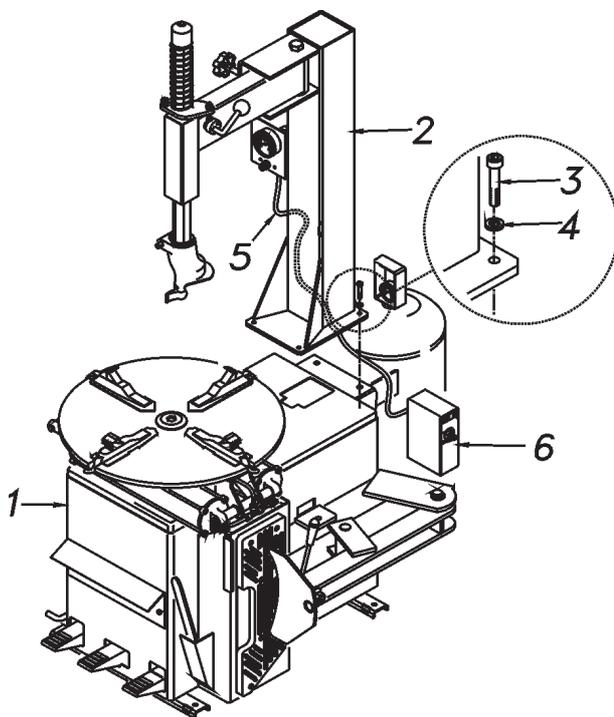

Fig. 11
D. Attach the air hose (#5 Fig. 11) from inflation gauge to the air control inflation device (#6 Fig.11).
D. Fixez le tuyau d'air (5, Fig.11) d'évaluer l'inflation à l'appareil de contrôle aérien de l'inflation (6, Fig.11).